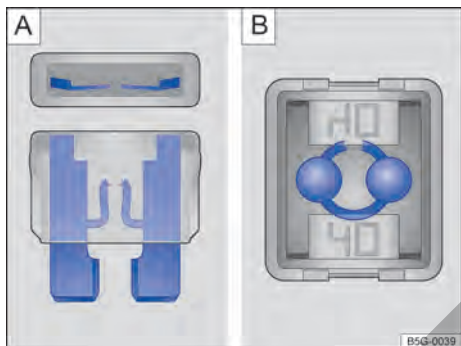

Fig. 137 Fusibles quemados: **A**) fusible plano, **B**) fusible de bloqueo.
- Un *fusible plano* (ATO®, MINI®) quemado es reconocido desde arriba o desde el costado por la carcasa transparente en las bandas metálicas derretidas → fig. 137 **A**).
- Un *fusible de bloqueo* (JCASE®) quemado es reconocido por las bandas metálicas derretidas desde arriba de la carcasa transparente → fig. 137 **B**).